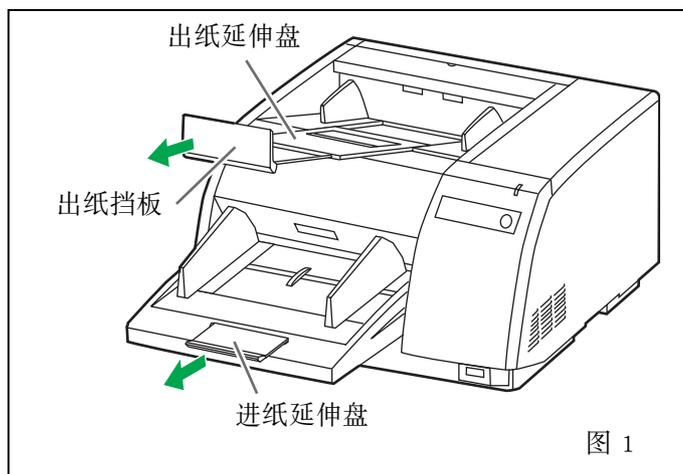

图 1
- 6** 当使用长纸时，从进纸器处拉出进纸器延伸盘并从出纸器处拉出出纸挡板。如有需要，您也可延伸出纸延伸盘。（见图 1）